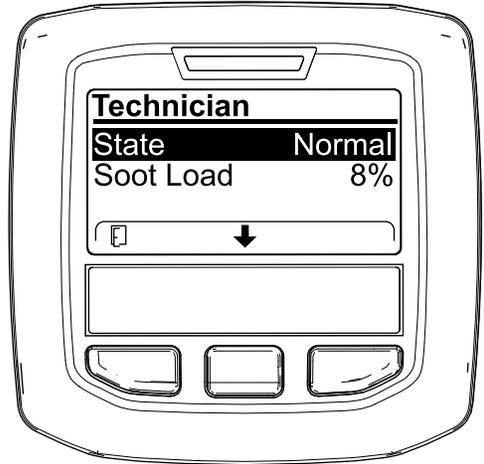

图9
• 使用 DPF 操作表了解 DPF 操作的当前状态 (图9)。